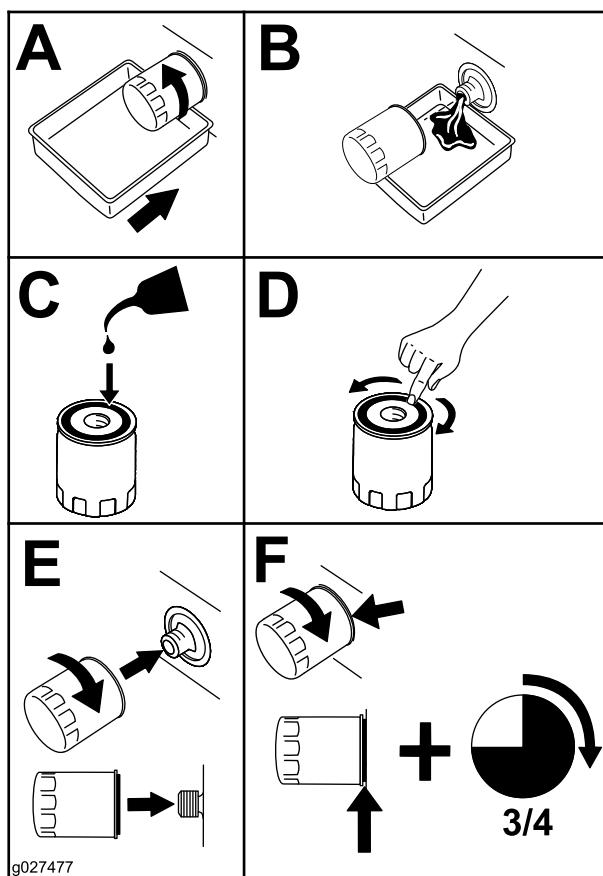

Figura 43
- Cambiate il filtro dell'olio motore (Figura 43).